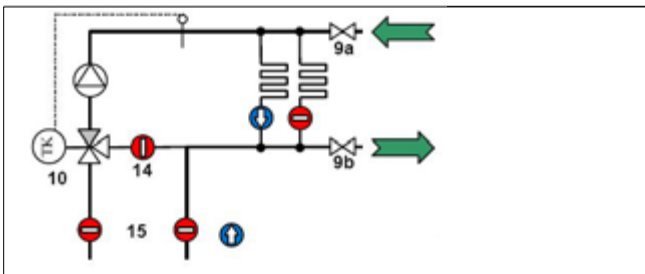

Abb. 8-4
7. Beide KFE-Hähne schließen. Zum Füllen und Spülen der Heizkreise den Füllschlauch am KFE-Hahn (9a, Abb. 8-4) Vorlauf und Entleerschlauch am KFE-Hahn Rücklauf (9b, Abb. 8-4) anschließen.